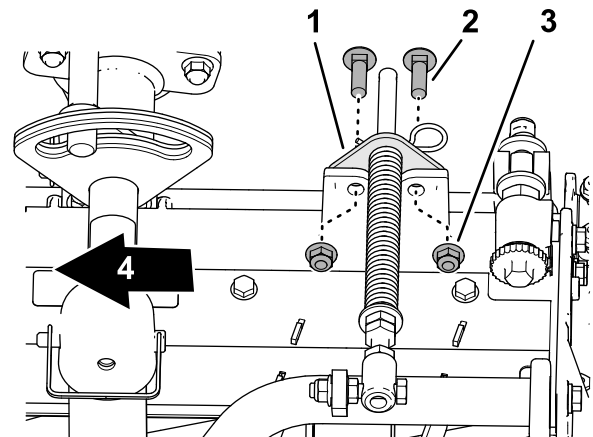

Bild 14
5. Richten Sie die Löcher in der Halterung der Rasenkompensierung an den Löchern im Rahmen des Mähwerks aus (Bild 14).